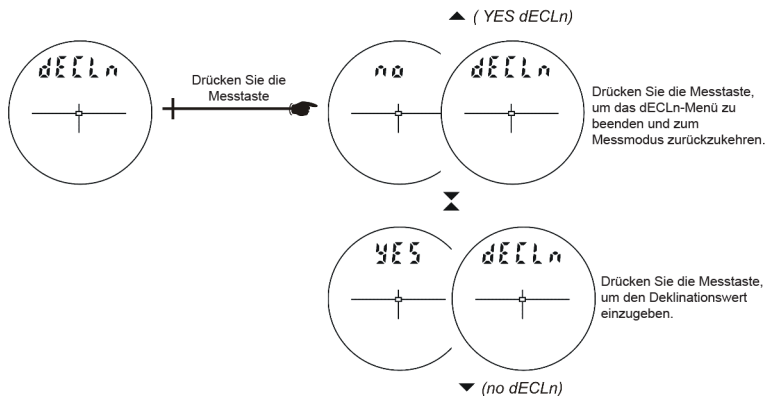

Abbildung 16
4. Drücken Sie , um die Option „H_Ang“ auszuwählen. Die Meldung „no“ „dECLn“ erscheint auf der Hauptanzeige und die Anzeige sollte so ähnlich wie in Abbildung 16 aussehen (siehe nächste Seite).